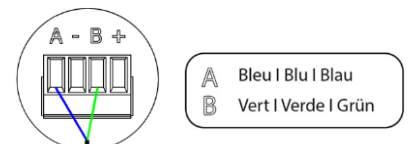

Fig. 16
Dispone di 1 morsetto a 5 pin per il collegamento al bus di espansione della scheda centrale (4). Fissare i cavi con le viti del morsetto rispettando il codice dei colori (Fig. 16).